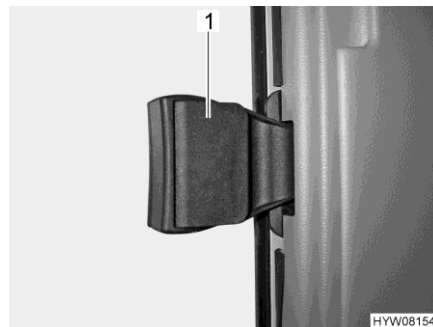

Fig. 59 Finestrino del passeggero
- Ribaltare la maniglia (Fig. 59,1).